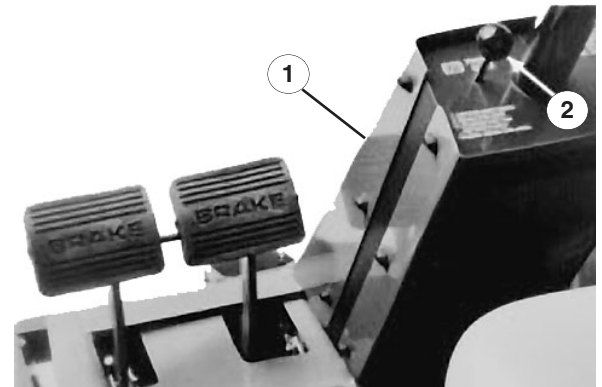

Figure 34
2. Retirez les (6) vis de fixation du couvercle avant de la tour de direction au bâti et déposez le couvercle. (Fig. 34).